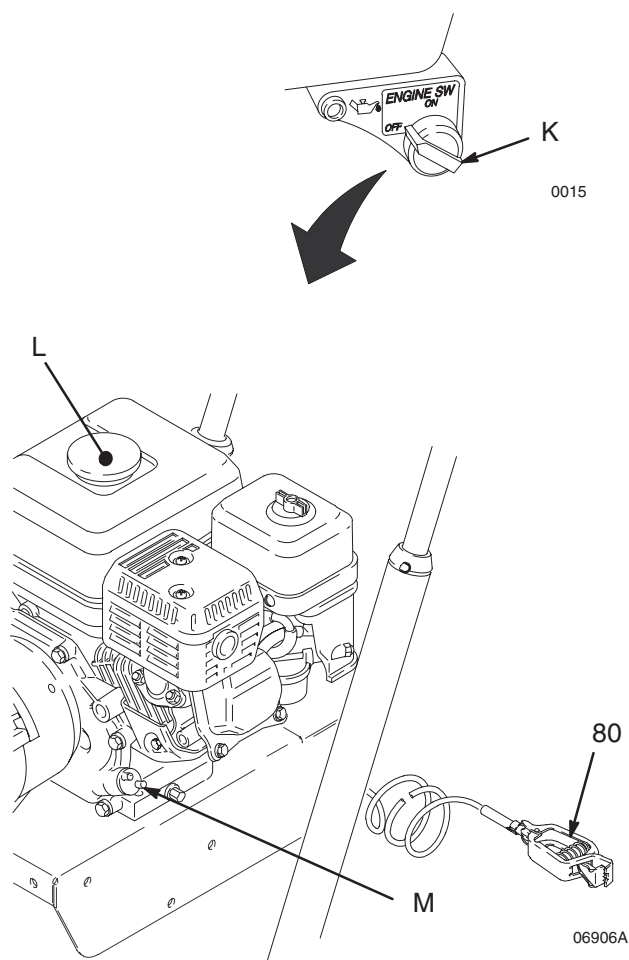

Fig. 3
3. **Compruebe el nivel de aceite del motor.** Consulte el manual del motor Honda suministrado. Esto es sólo un resumen de la información: quite uno de los tapones de llenado de aceite (M). El aceite casi debe rebosar. Vea la Fig. 3. Añada aceite si fuera necesario.
Apague siempre el interruptor del motor (K) antes de abastecer combustible. (Fig. 3)
No llene el depósito excesivamente. Compruebe que el tapón del depósito (L) ha sido cerrado correctamente después de haber repostado. (Fig. 3)